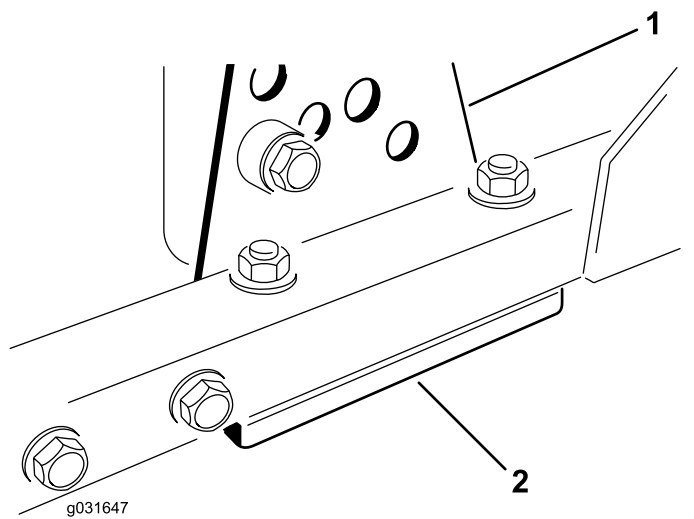

图 70
1. 从滚刀组架上拆除剪草高度支架前、左或右 图 70。
- 在滚刀组架与剪草高度支架之间增、减 1.5mm 薄垫片和/或 0.7mm 薄垫片以达到所需的剪草高度设置图 70。
- 安装剪草高度支架到滚刀组架剩余薄垫片集中放到剪草高度支架的下方图 70。